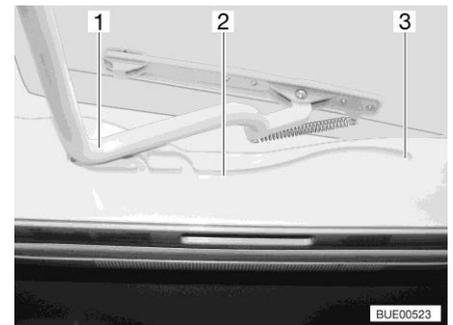

Fig. 120 Guía (claraboya Heki)
- Tirar el estribo (Fig. 120,1) en las guías (Fig. 120,2) hasta la posición trasera final (Fig. 120,3).
- Empujar el estribo (Fig. 120,1) ligeramente hacia arriba con ambas manos.
- Tirar el estribo en las guías (Fig. 120,2) hasta la posición deseada.